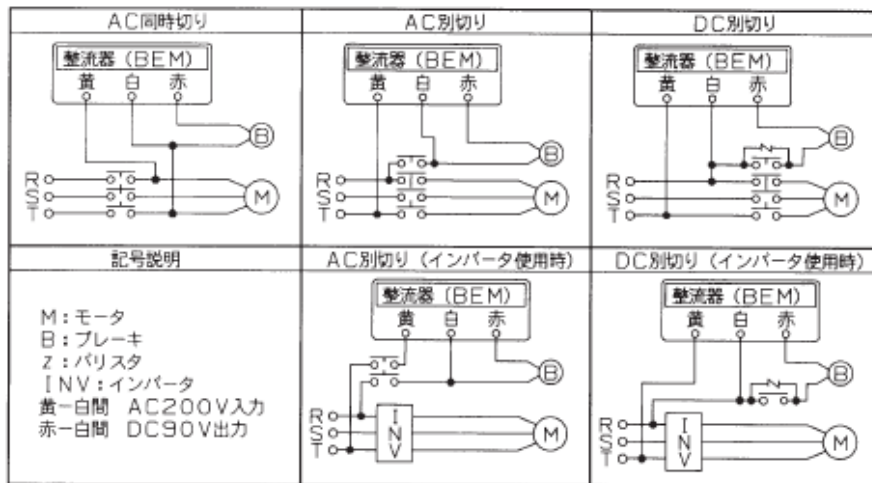

図 7
- 注 2) 白、灰、黒は 60(W)、90(W) 時の表現です。
- 注 3) モータのアース端子 (E) は必ず設置してください。
② 無励磁ブレーキ付モータの結線
i) 配線方法は図 7 のような方法があります。早い制動が必要なときは DC 別切りをご使用ください。